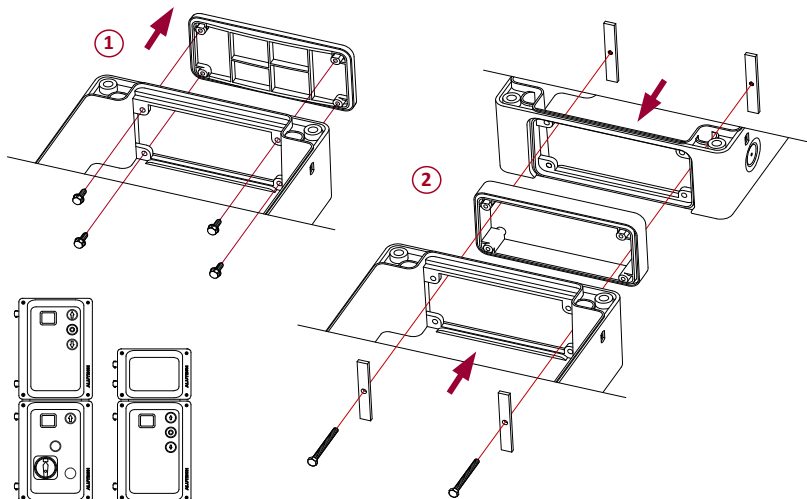

Рисунок 6
- Если к блоку будет присоединен, например, блок управления промышленными воротами или модуль расширения, то воспользуйтесь переходником и креплением из комплекта блока (**Рисунок 6**). Предварительно снимите установленную глухую крышку в основании корпуса, затем с помощью ключа выполните установку.